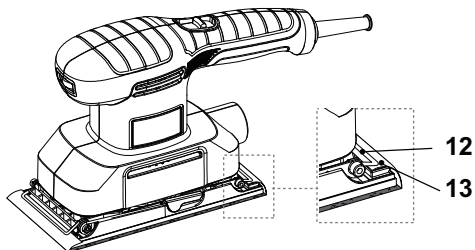

Fig. 7
- > Ajustez la feuille abrasive (13) et bloquez l'autre extrémité avec la deuxième pince de serrage (12) (Fig. 7).